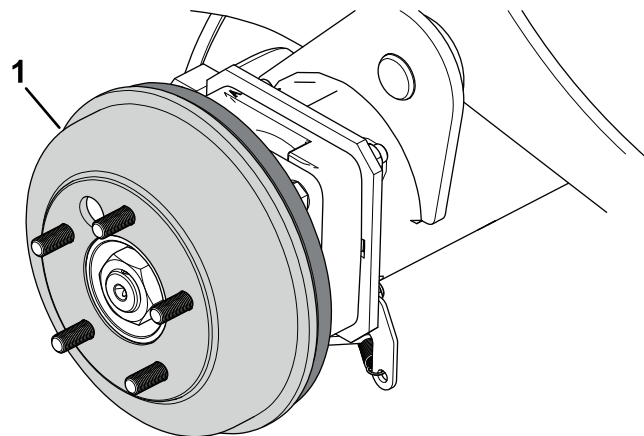

Рисунок 72
4. Снимите тормозные барабаны (Рисунок 72) усилием руки.